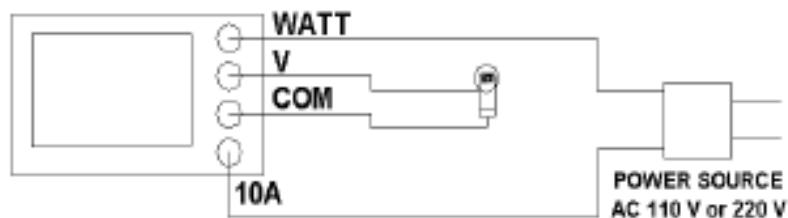

Fig. 2
Realice la conexión de cables y conecte las sondas de test a los terminales (3-16, 3-17, 3-18, 3-19 – Fig. 2).
6. * Conecte la "Carga" a los terminales 3-17, 3-18, (Fig. 2).
* Conecte la "Fuente de alimentación" a los terminales 3-16, 3-19 (Fig. 2).